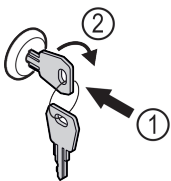

Fig. 176
- ▶ Вставьте ключ Fig. 176 (1).
- ▶ Поверните ключ на 90° по часовой стрелке Fig. 176 (2).